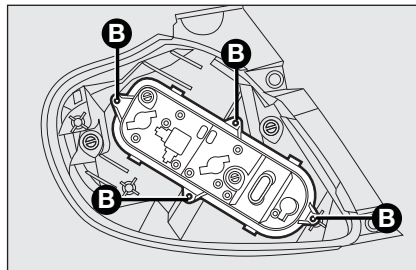

fig. 20
- estrarre il portalampade dalla propria sede dopo aver svitato le quattro viti di bloccaggio **B-fig. 20**;